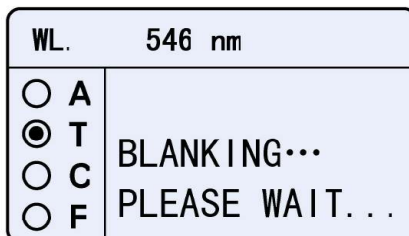

Fig. 4-5
- 3) Mueva la referencia hasta la luz para calibrar el 100%T (Fig. 4-5).